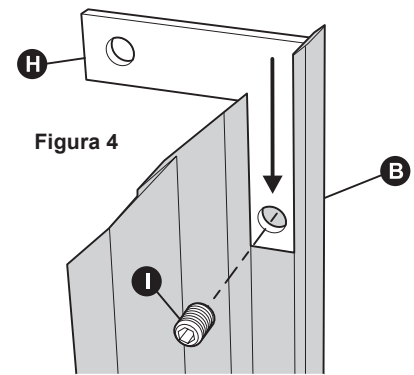

Figura 4
4. Instale los soportes (H) en los extremos sesgados de cada moldura lateral (B y C). Fije cuidadosamente los soportes a las molduras laterales ajustando los tornillos de fijación (I), sólo hasta que queden ceñidos, para evitar que se forme un hoyuelo en el frente de la moldura. Vea la figura 4.